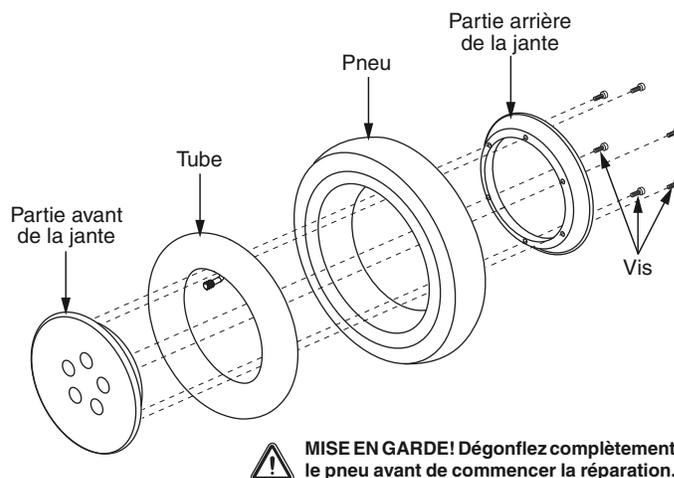

Figure 22. Roue motrice démontée
6. Retirez les vis qui retiennent les deux parties de la jante ensemble. **Voir la figure 22.**
10. Rétirez les cinq (5) écrous de roue sur le moyeu et resserrez.